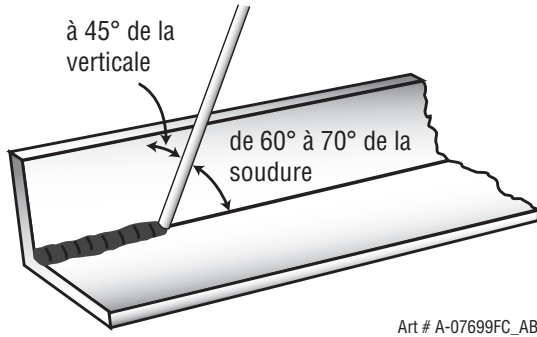
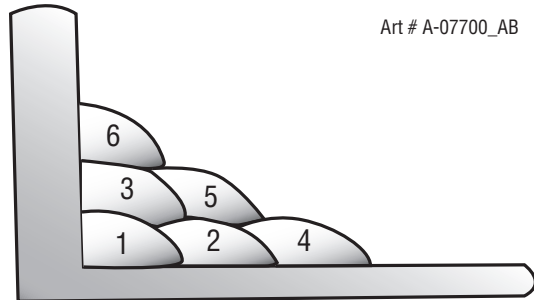

Figure 4-13 : Position de l'électrode pour une soudure d'angle HV
Figure 4-14 : Plusieurs passages d'une soudure d'angle HV
Une cornière est un bon exemple, ou encore, deux bandes d'acier pointé (assemblé au point) ensemble à angle droit. Positionnez la cornière avec une patte à la verticale et l'autre, à l'horizontale. Cette position est connue comme une soudure d'angle horizontale-verticale (HV). Amorcez l'arc et amenez immédiatement l'électrode à une position perpendiculaire à la ligne de l'angle et à 45° de la verticale. Certaines électrodes doivent aussi s'éloigner d'un angle de 20° de la position perpendiculaire pour empêcher le laitier de devancer la soudure. Reportez-vous à la figure 4-13. N'essayez pas d'accumuler trop de métal, sinon le métal d'apport a tendance à s'affaisser vers la base et un caniveau se forme sur la patte verticale. Multi-exécute peut être fait comme indiqué dans la Figure 4-14. Il n'est pas recommandé d'entrecroiser les passages dans les soudures d'angle VH.